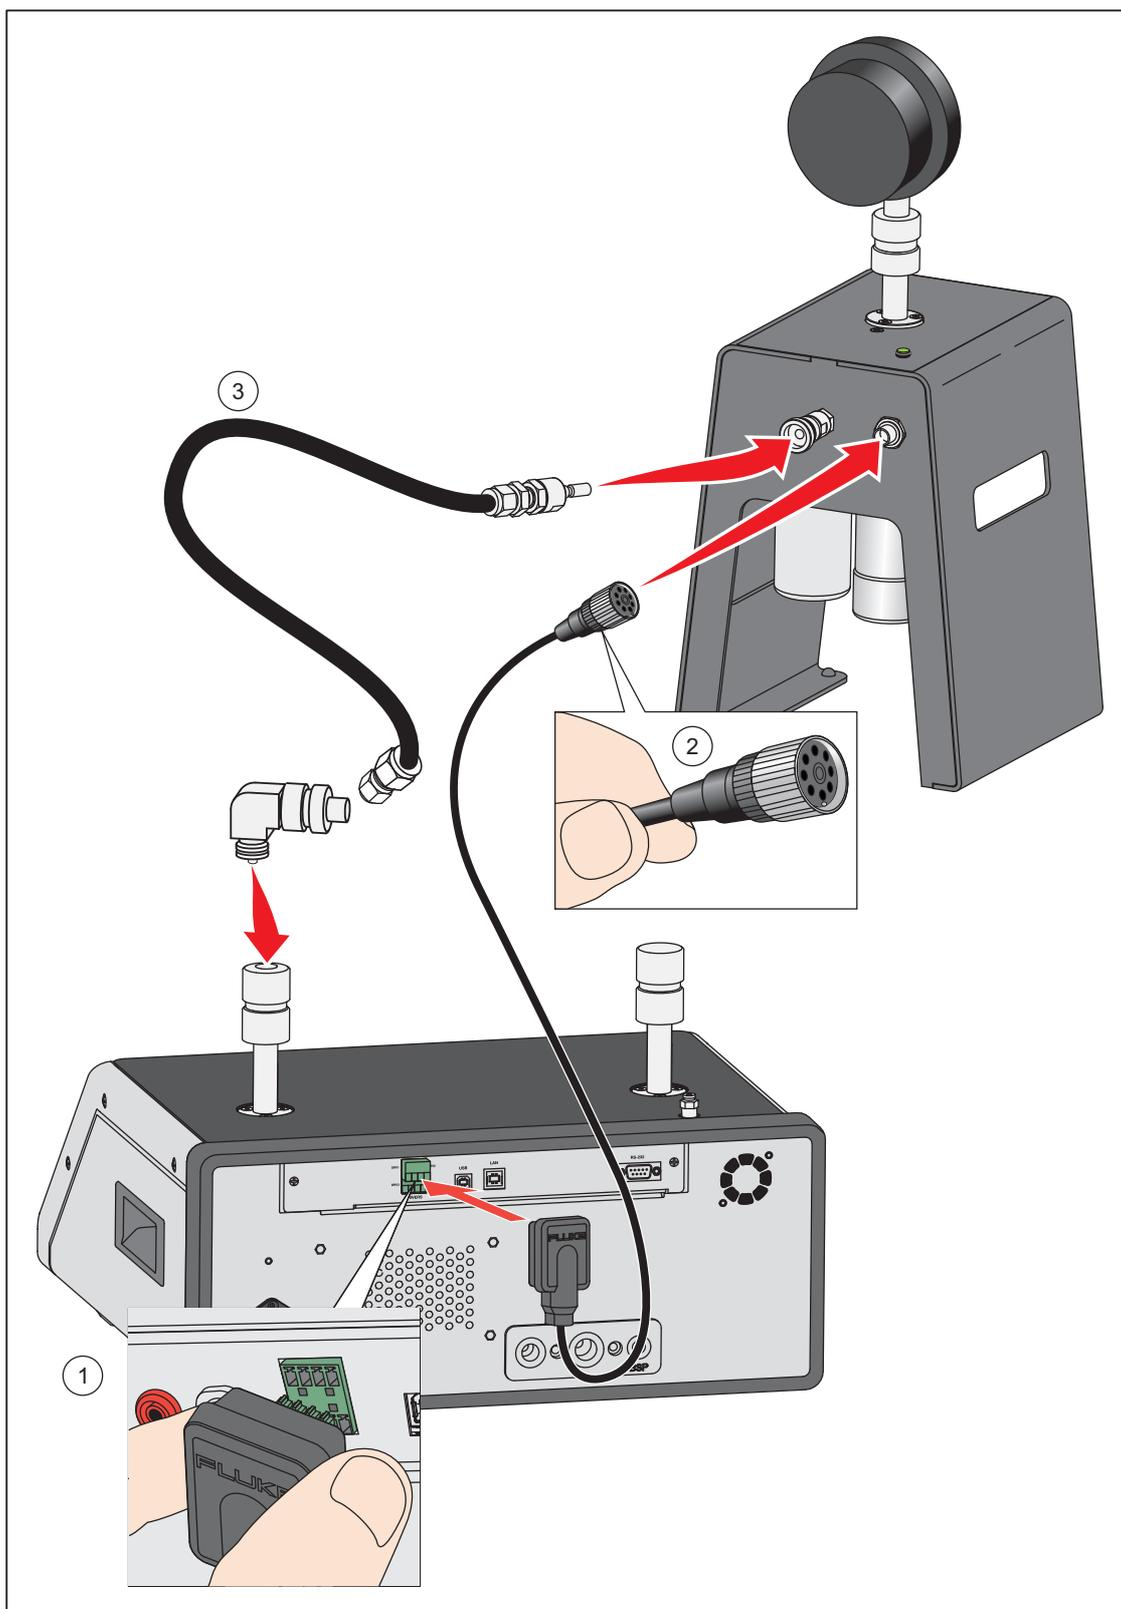

Рис. 17. Драйвер CPS и соединения блока-распределителя
1. Установите CPS на твердую поверхность около Прибора. Система CPS достаточно тяжелая, чтобы устойчиво располагаться на рабочем столе, но при желании ее можно прикрутить к столу. Схему подключения см. на Рис. 17. Обратите внимание на правильную полярность соединений для подключения к Прибору (коричневый провод должен находиться слева от DRV3).
2. Подключите электрический кабель от CPS к разъемам DRV1, DRV2 и DRV3 на задней панели Прибора. Разъем обеспечивает правильное подключение системы CPS. См. Рис. 17.